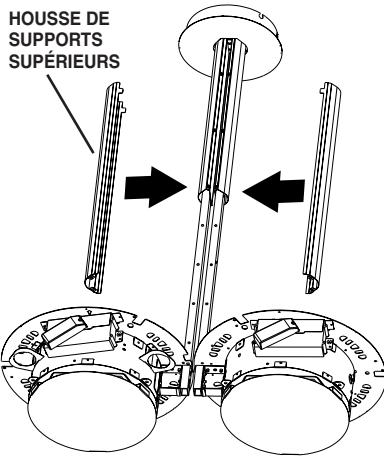
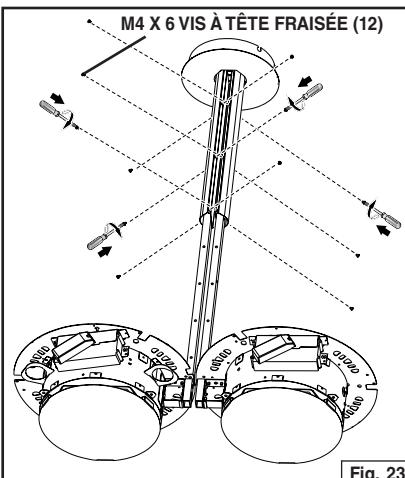

Fig. 22
Fig. 23
1. Installez les (2) housses de bras supérieur aux supports supérieurs avec (12) vis à tête fraîsée M4 x 6. Retirez le revêtement protecteur. Fig. 22 et Fig. 23.